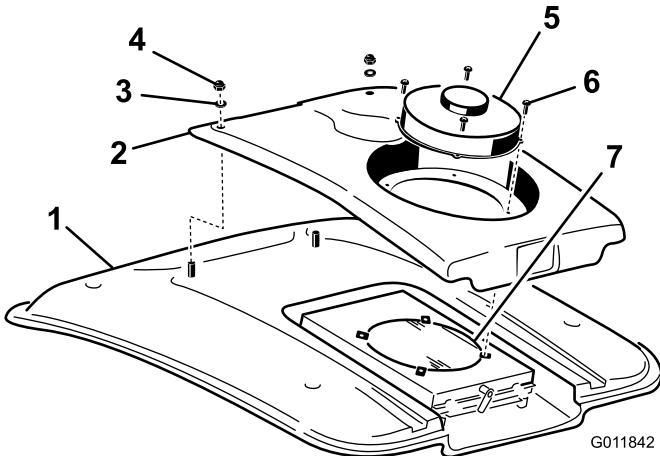

Figure 55
2. Retirez les 4 vis qui fixent le ventilateur et le couvercle du condenseur au support du ventilateur (Figure 55).
4. Retirez les deux écrous et rondelles qui fixent l'avant du couvercle du condenseur au toit de la cabine (Figure 55).
8. Nettoyez soigneusement le condenseur à l'air comprimé (Figure 55).